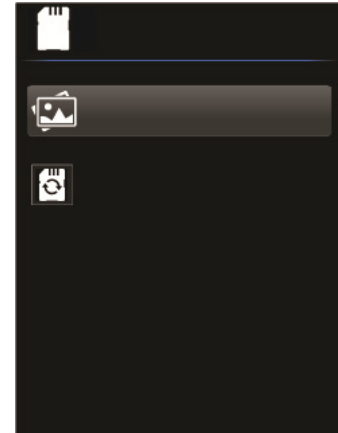

図 9-3 画像の閲覧アイコンの選択
3.  を押してメニューアイテムを開くと2つのアイコンが表示されます：図 9-3 に示す[画像の閲覧]アイコン（上）と[SD カード消去]アイコン（下）です。